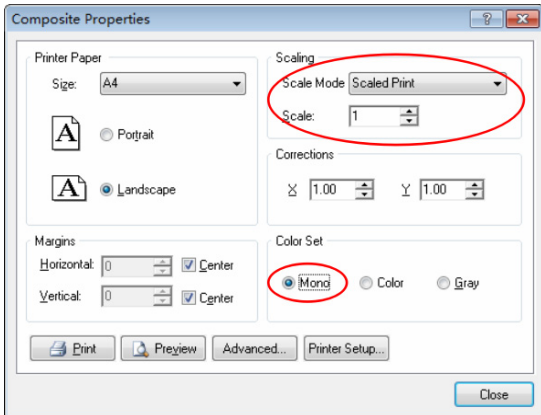

图 16-45 单面板打印的复合打印属性对话框
(1) 完成元件布局和底层布线, 并经过 DRC 无误后, 执行菜单命令 File » Print 打开复合打印属性对话框, 将 Scaling 区域设为 Scaled Print, Scale 为 1 (1:1 打印), Color Set 选项设为 Mono (黑白打印), 设置结果如图 16-45 所示。